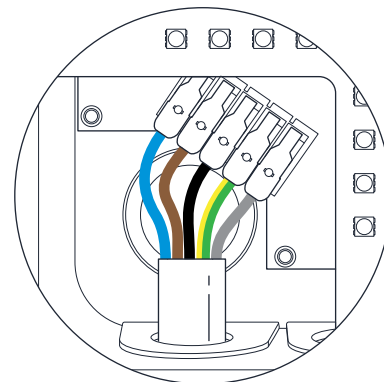

Fig. 8 - La séquence des fils du câble d'alimentation
16. Insérez les fils du câble d'alimentation dans les connecteurs d'entrée et abaissez chaque levier. Assurez-vous que les fils sont bien insérés dans les connecteurs, aucune partie dénudée ou brin ne doit être visible (protection électrique contre le contact direct). Une mauvaise insertion des fils peut entraîner un contact inapproprié et entraîner un risque d'incendie. (Fig. 8)